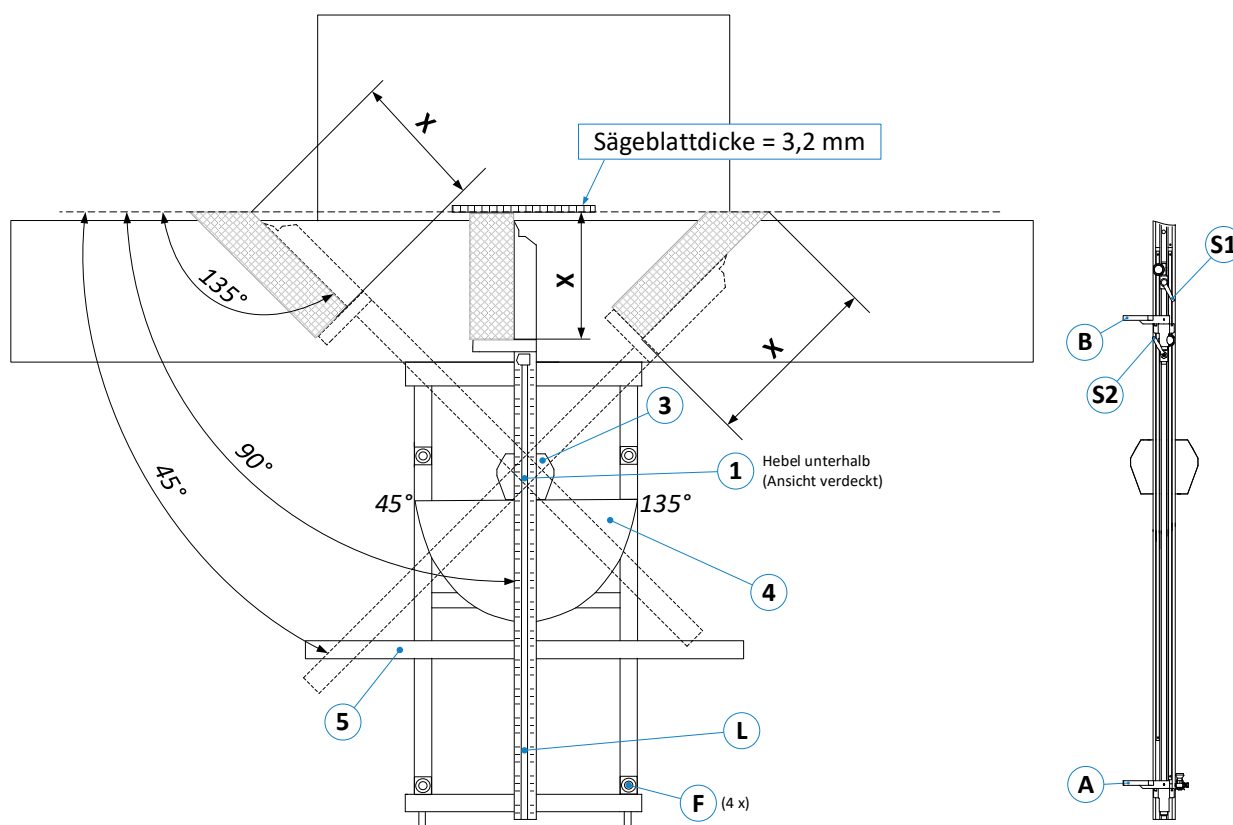
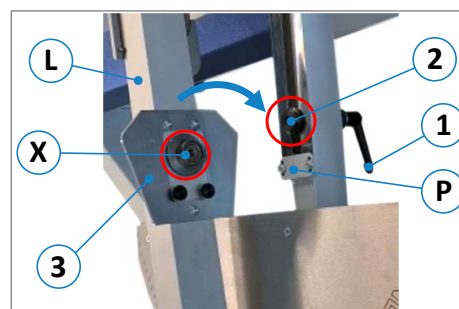

Abbildung 70: Übersicht Super Gehrfix I
Abbildung 71: Längenanschlag aufsetzen
- Klemmhebel (1) lösen und den Aufnahmebolzen (2) in Richtung der Anschlagplatte (P) schieben (siehe ⇒ Abbildung 70 und ⇒ Abbildung 71).
- Den Längenanschlag (L) nun auf den Querschlitten aufsetzen, so dass der Aufnahmebolzen (2) in die Aufnahme (X) auf der Unterseite der Anschlagplatte (3) eingeführt werden kann.
- Jetzt den Klemmhebel (1) wieder festziehen.